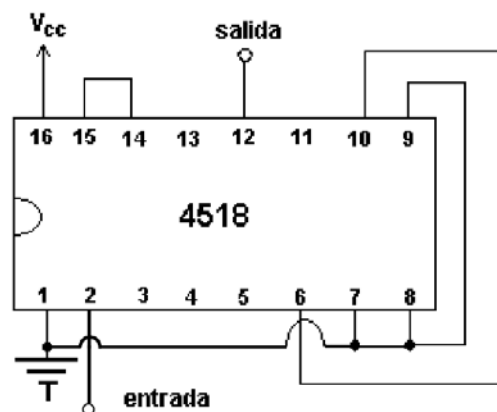

Figura 6: Una posible configuración del 4518 como divisor de frecuencia
En este apartado va a construir un sencillo divisor de frecuencias que será de utilidad para medir con más precisión las señales de 6 MHz que obtendrá mediante un cristal de cuarzo en el apartado 3.4. Por tanto, **no desmonte el circuito de la Figura 6 una vez que haya terminado el ejercicio**, ya que lo utilizará en los siguientes. Es conveniente que lo deje montado en un extremo de la placa de pruebas. Por supuesto, al finalizar el turno sí debe dejar la placa de pruebas libre de componentes, con independencia de que haya realizado o no los ejercicios del siguiente apartado.
En nuestro diseño vamos a conectar este 4518 de la forma indicada en la **Figura 6** (no olvide colocar un condensador entre la alimentación y tierra). En este apartado la entrada se tomará del generador de funciones. Debe ser una onda cuadrada que varíe entre 0 y 5 V, de frecuencia 1 Mhz.
3.3.a) En la conexión de la Figura 6, ¿por cuánto va a dividir la frecuencia del cristal? ¿Qué sentido tiene que esté conectada la pata 14 a la 15? Justifique su respuesta, utilizando si lo considera necesario un cronograma.